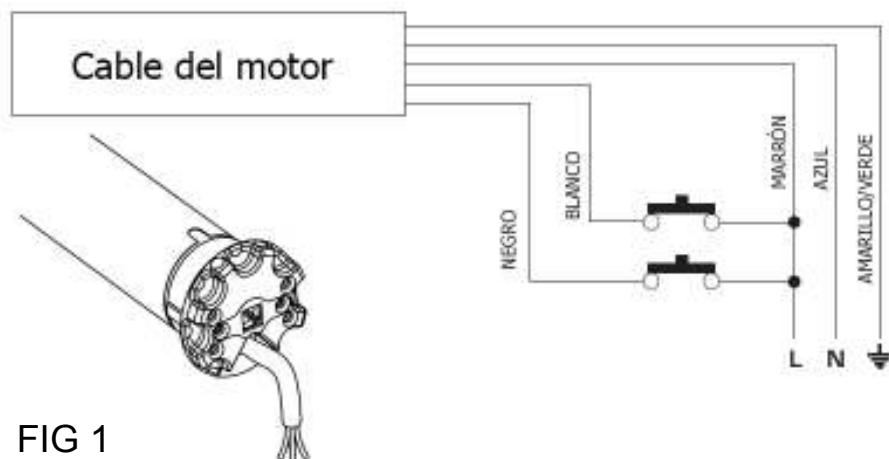

FIG 1
- Realice las conexiones eléctricas con la alimentación desconectada. Según el dibujo adjunto FIG 1.
Desconectar la alimentación y volver a restablecer las conexiones (según FIG 1).